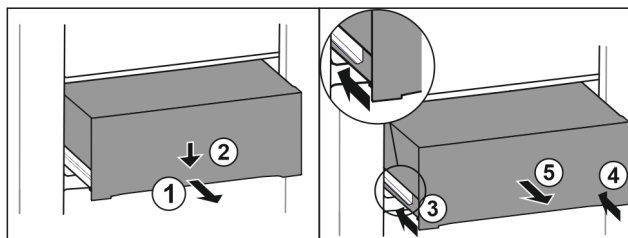

Fig. 104
- Extraiga el cajón hasta la mitad. Fig. 104 (1)
- Presionar hacia abajo el cajón de la parte delantera. Fig. 104 (2)
- Introducir el carril izquierdo unos 2 cm. Fig. 104 (3)
- Introducir el carril derecho unos 2 cm. Fig. 104 (4)
- Extraiga el cajón hacia delante. Fig. 104 (5)